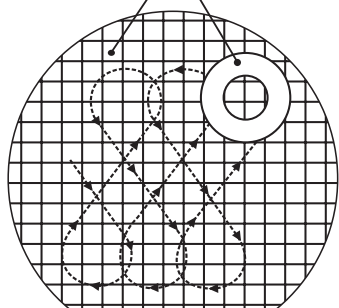

Bild 9: Läppningsmönster
2. Använd alltid en fräsch läppskiva. Återställ läppskivan om det finns synliga tecken på slitage (ojämnheter). Återställning av läppskivor sker genom att läppa dem på en plan läppplatta. Läppningen ska göras med en rörelse liknande en åtta som visas i bild 9 på sidan 21. För att få bästa möjliga resultat vid läppning av säten bör läppskivorna renoveras efter varje användning.
6. Läppa med en excentrisk rörelse eller en rörelse som liknar en åtta i alla riktningar. Samtidigt bör du applicera ett jämnt tryck och rotera läppskivan långsamt (se bild 9 på sidan 21).